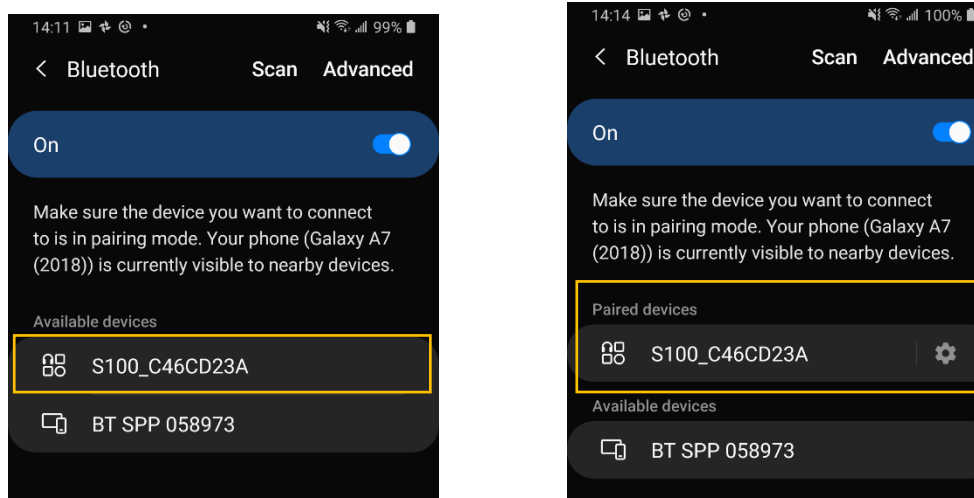

Figura 3-1
2. Empareje el teléfono con el S100, que tiene un nombre de dispositivo Bluetooth que comienza con "S100". Ver Figura 3-1.